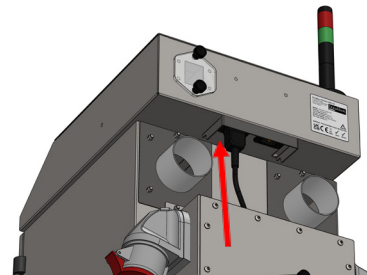
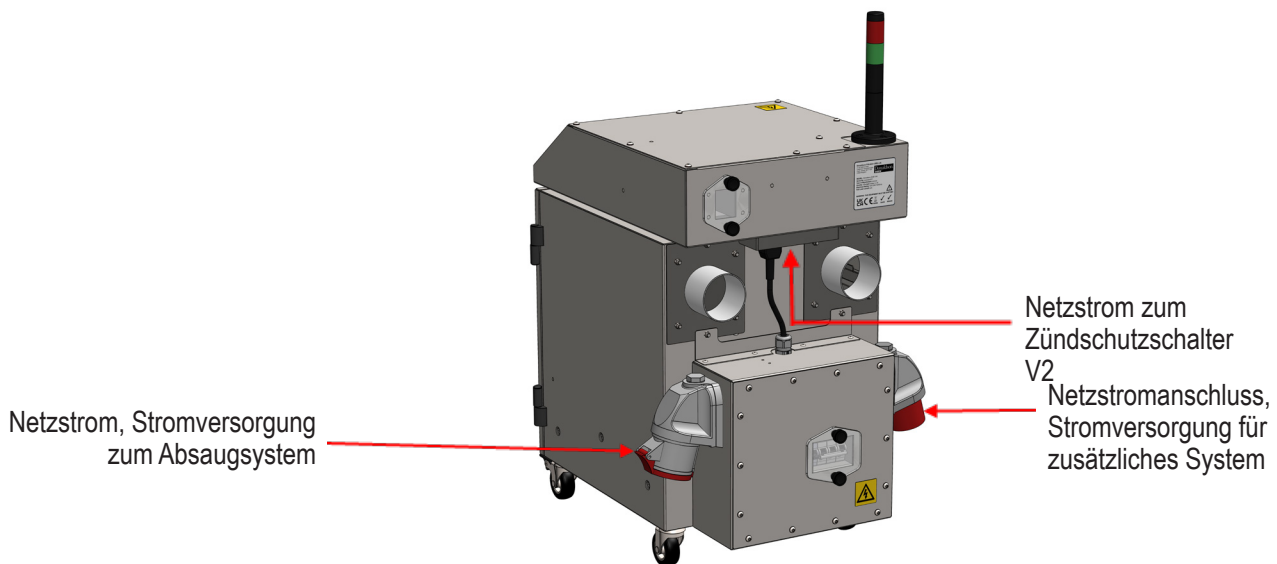

Abbildung 2
Abbildung 3
5. Schließen Sie das Stromkabel vom Modul an den Zündschuttschalter V2 (siehe Abbildung 2) und dann das Stromkabel vom Absaugsystem an den Zündschuttschalter V2 an (siehe Abbildung 3).